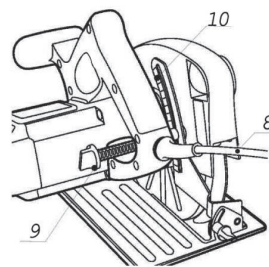

Рис. 3
Установка глубины пропила производится подъемом/опусканием корпуса пилы относительно основания пилы (1), контролируется по шкале (10) и фиксируется винтом (9) (Рис. 3). Глубину пиления нужно установить так, чтобы зубья пильного полотна выступали из-под заготовки не больше чем на высоту зуба. Чем меньше выступает зуб, тем ровнее рез.
Примечание! При наклонной распиловке значение глубины пропила, устанавливаемое по шкале (10) (Рис. 3), не совпадает с истинным значением. В этом случае глубину пропила следует измерять от вершины пильного зуба до кромки стола с помощью мерительного инструмента.